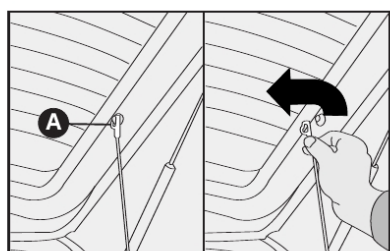

fig. 89
1) Soltar as extremidades superiores **A-fig. 89** dos dois tirantes, desprendendo as argolas dos pinos.